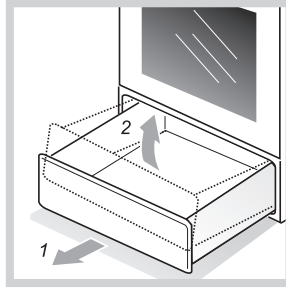

Рис. 13
- Как достать ящик, показано на рис. 13.